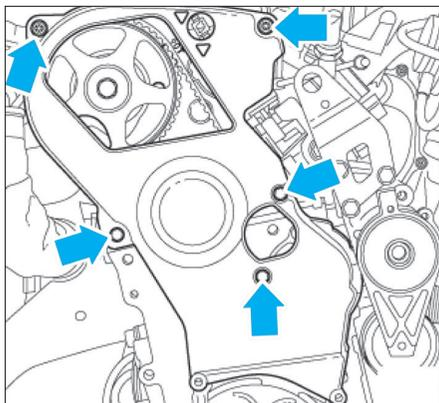

Fig. 19
- Dévisser les vis du carter supérieur de la courroie de distribution (Fig.19).